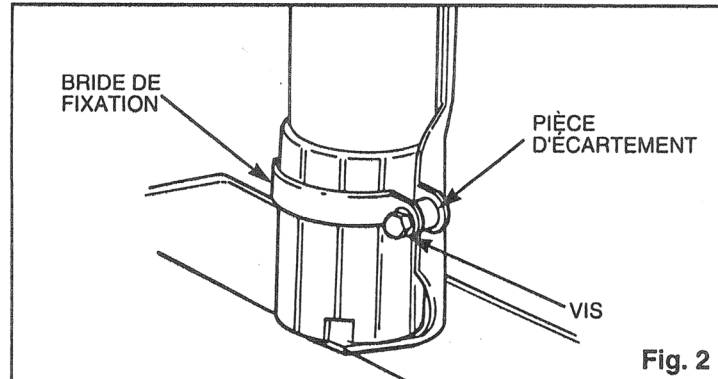

Fig. 2
6) Bien appliquer la pompe dans le support de pompe. Installer la bride de fixation de la pompe et, à l'aide de la pièce d'écartement et de la vis la plus longue (voir figure 2), la fixer soigneusement sur le support.